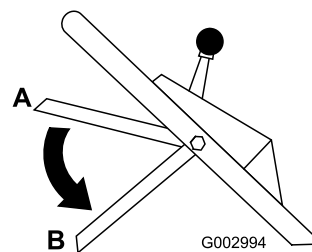

Figure 21
11. Relâchez la barre de commande (voir position B à la Figure 21). Vous devriez entendre un bruit sourd. La lame doit s'arrêter dans les 3 secondes qui suivent.